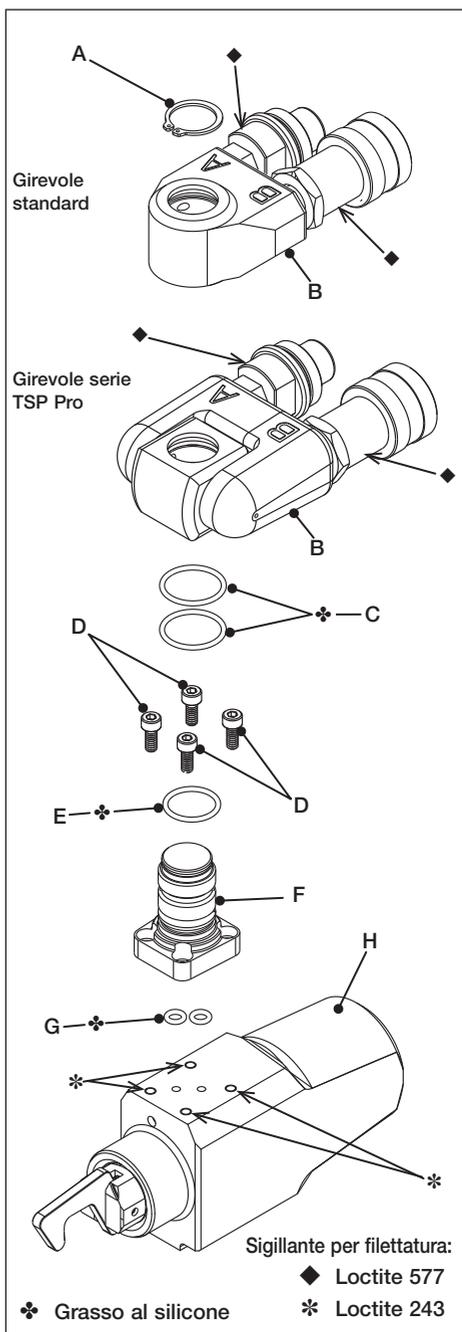

Figura 14
- Applicare una piccola quantità di sigillante per filettature Loctite 243 sui fori filettati interni all'unità di azionamento. Per le posizioni, vedere (*) nella figura 14.
- Installare due guarnizioni O-ring (G) nei fori alla base del perno girevole (F).
- Posizionare il perno girevole (F) sull'unità di azionamento (H), accertandosi che i raccordi idraulici siano allineati. Controllare che le guarnizioni O-ring (G) non escano e non siano schiacciate o tagliate.
- Installare le viti a testa cilindrica M4 (D) dopo avere eliminato il grasso e serrarle con 5,1 Nm (3,7 Ft.lbs).